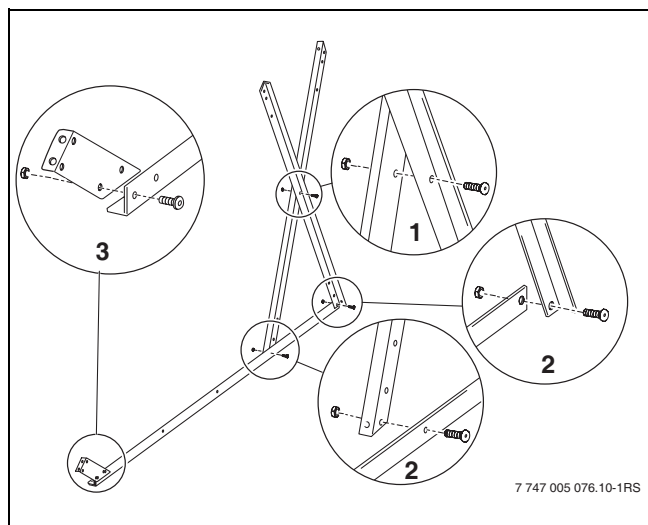

Fig. 10 Atornillar el perfil de soporte inferior al perfil de soporte acumulador
- Atornillar dos perfiles de soporte del acumulador por el centro en forma de cruz (Fig. 10, (1)) y montarlos sobre el perfil de soporte inferior (2), de manera que la superficie que descansa en el suelo quede hacia adentro.
- Atornillar el apoyo inferior (Fig. 10, (3)) al extremo delantero del perfil de soporte inferior.